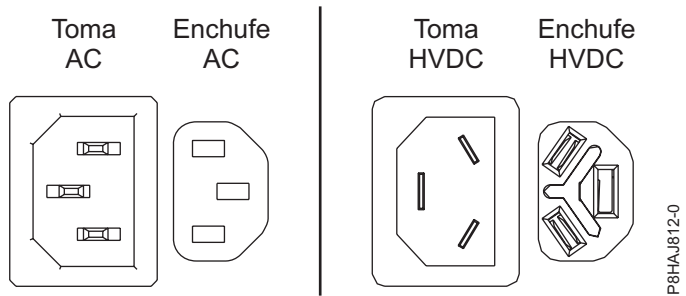
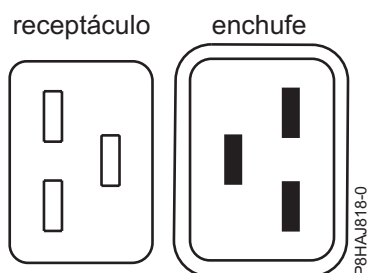
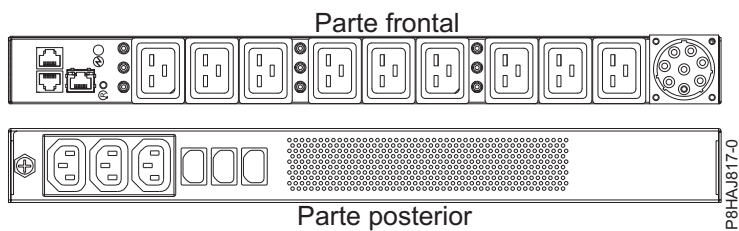

Figura 17. Conectores de CA y HVDC
Figura 18. Conectores para el sistema 8408-44E
Figura 19. PDU para el sistema 8408-44E
En Figura 17 en la página 39 se muestran los conectores admitidos de corriente alterna (CA) y de corriente directa de alto voltaje (HVDC). En Figura 18 en la página 39 y en Figura 19 en la página 39 se muestran los conectores admitidos y la unidad de distribución de alimentación (PDU) para 8408-44E.